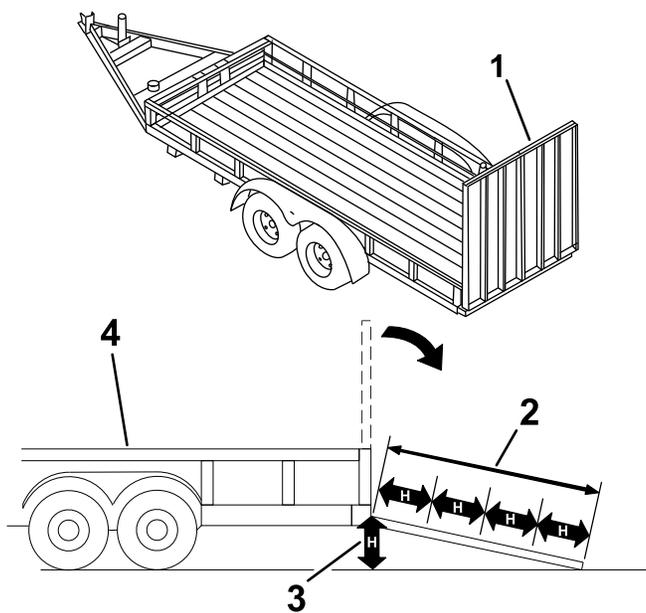

図 22
マシンをトレーラなどに搭載する作業は、機体を転倒させる危険をはらんでおり、万一そのような事故が起こると死亡事故など重大な人身事故となる **図 22**。
3. ランプ板を下ろす 図 22。